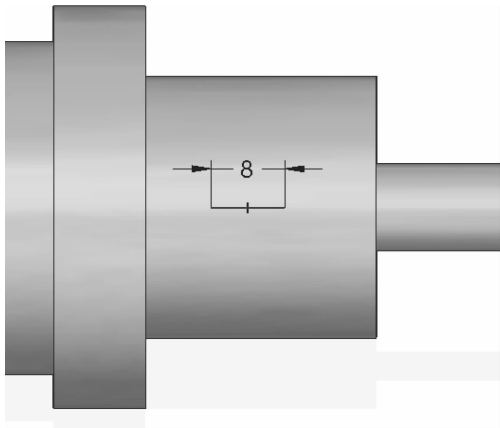

图 7-78 键槽草图
(2) 系统自动进入绘制草图界面，绘制如图 7-78 所示的草图，单击【确定】按钮。